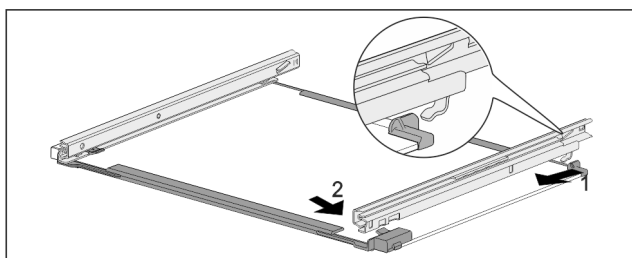

Fig. 66 Скляна пластина з рейками
- ▶ Зачепити рейку ззаду. Fig. 66 (1)
- ▶ Зафіксуйте рейку спереду. Fig. 66 (2)